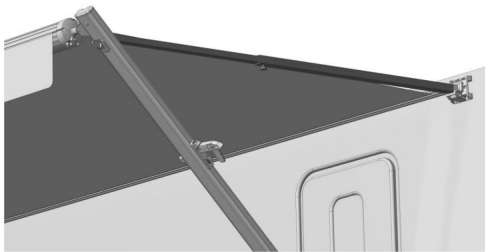

Abbildung D8
• **Achtung:** Wenn die Innenstange des Stützarms in die rote Warnposition gleitet, ist die maximale Stützhöhe erreicht. Wenn sie vollständig herausgleitet, kann die Innenstange abfallen. b. Feineinstellung der Innenstange und Spannen des Markisenstoffs. Die Markise wurde geöffnet. (Abbildung D8)